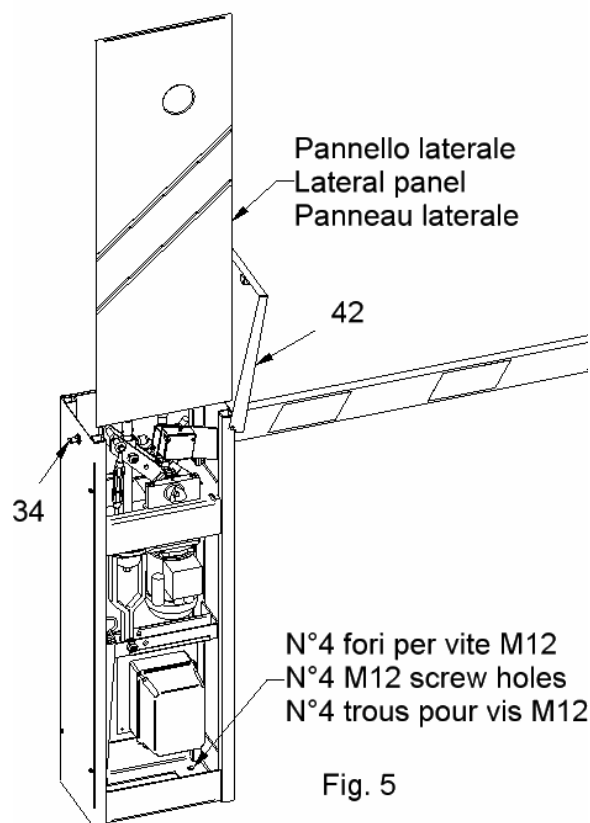

Fig. 5
2) **I** Appoggiare l'armadio sulla piazzola e fissarlo con 4 tasselli metallici o chimici utilizzando i 4 fori presenti sul fondo dell'armadio barra (se si dispone della base a murare bloccare l'armadio sulla base con i dadi in dotazione). Attenzione per accedere al fondo dell'armadio barra bisogna aprire il coperchio nero (pos.42) sbloccando la serratura (pos.34) e sfilare verso l'alto il pannello laterale in alluminio sul lato opposto a quello d'uscita dell'albero portante l'asta (fig. 5).
GB Support the closet on the platform and stare it with 4 metallic or chemical wedges using the 4 present holes on the bottom of the closet barrier (if there is the foundation plate fix the barrier on the base with the equipped dices). Warning: to access to the bottom of the barrier You have to open the black cover (pos.42) releasing the lock (pos.34) and unthread upward the side panel in aluminum on the opposite side to the exit one of the carrying tree the auction (fig. 5).
F Appuyer l'armoire sur la place et le fixer avec 4 tasseaux métalliques ou chimiques en utilisant les 4 trous présents sur le fond de l'armoire barrière (si on dispose de la plaque de scellement bloquer l'armoire sur la base avec les dés en dotation). Attention pour accéder au fond de l'armoire barrière il faut ouvrir le couvercle noir (pos.42) en débloquent la serrure (pos.34) et ôter vers le haut le panneau latéral en aluminium sur le côté opposé à celui de sortie de l'arbre portant la lisse (fig. 5).